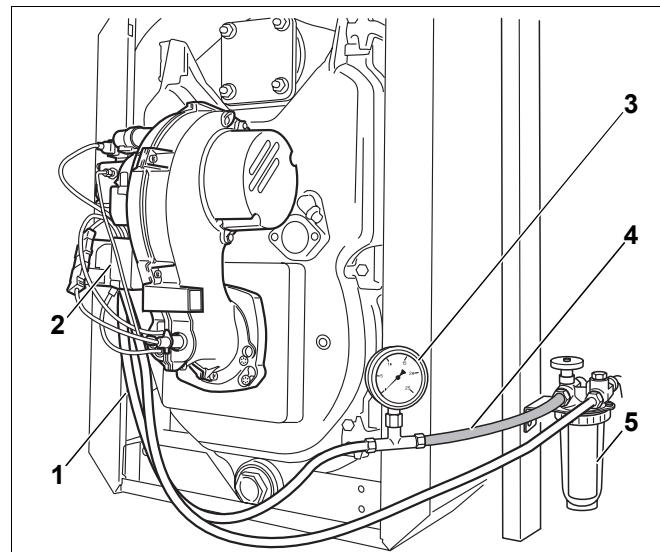

Рис. 14 Топливный фильтр, вакуумметр и прозрачный трубопровод
- Установить вакуумметр (рис. 14, **поз. 3**) с прозрачным шлангом (рис. 14, **поз. 4**; дополнительная комплектация), как показано на рисунке 14, между топливным фильтром (рис. 14, **поз. 5**) и всасывающим топливопроводом (рис. 14, **поз. 1**).
- Снять автомат горения дизельного топлива (рис. 14, **поз. 2**) с цоколя.
- Контролируйте отсутствие пузырьков воздуха во всасываемом топливе, идущем по прозрачному шлангу (рис. 14, **поз. 4**).
- Перекрыть запорный кран на топливном фильтре (рис. 14, **поз. 5**, стр. 21) и снять прозрачный шланг (рис. 14, **поз. 4**, стр. 21) с вакуумметром (рис. 14, **поз. 3**, стр. 21).
- Присоединить всасывающий трубопровод (рис. 14, **поз. 1**, стр. 21) к штуцеру на топливном фильтре (рис. 14, **поз. 5**, стр. 21).
- Открыть запорный кран на топливном фильтре (рис. 14, **поз. 5**, стр. 21).